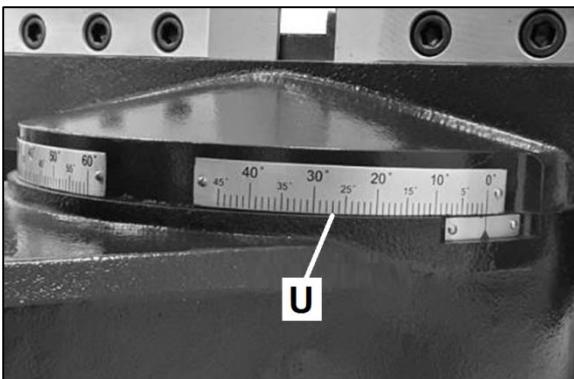

Figure 8-2 : Echelle à onglets
9. Tournez la scie à archet sur l'angle souhaité en suivant l'échelle (U, Fig 8-2).